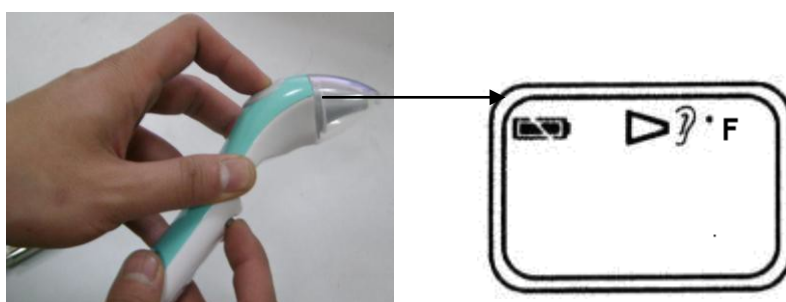

Figure 6.24
11. Le mode de conversion entre °C et °F: appuyez sur les touches « Mesure » et « Alimentation / Mémoire » jusqu'au démarrage du thermomètre (voir Figure 6.24).